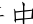

图2-5 创建切除特征
Step 10 在“拉伸”操控板中单击“确定”按钮，创建切除特征，如图2-5所示。